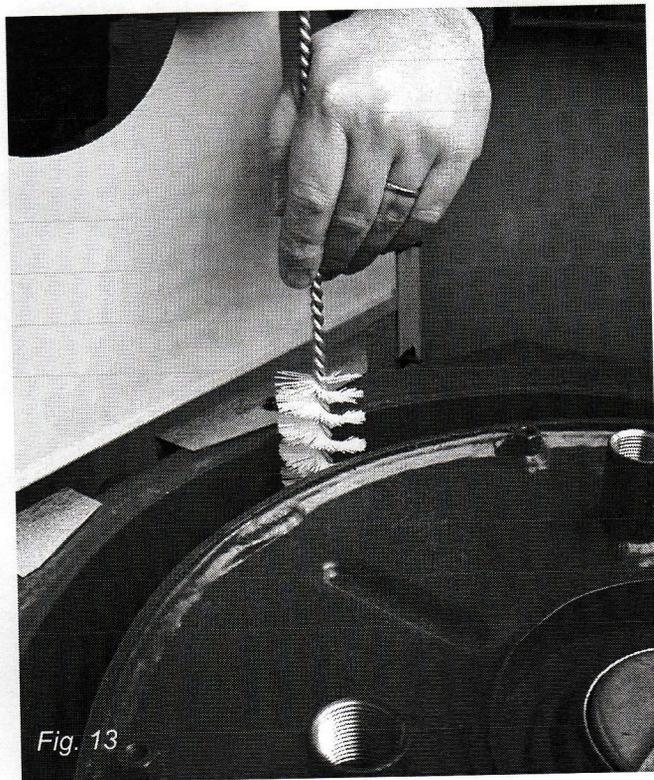

Fig. 13
Nettoyer au moins deux fois par an le foyer et les carneaux de la chaudière à l'aide de la brosse fournie (Fig. 13).
- nettoyer les carneaux (Fig. 13),